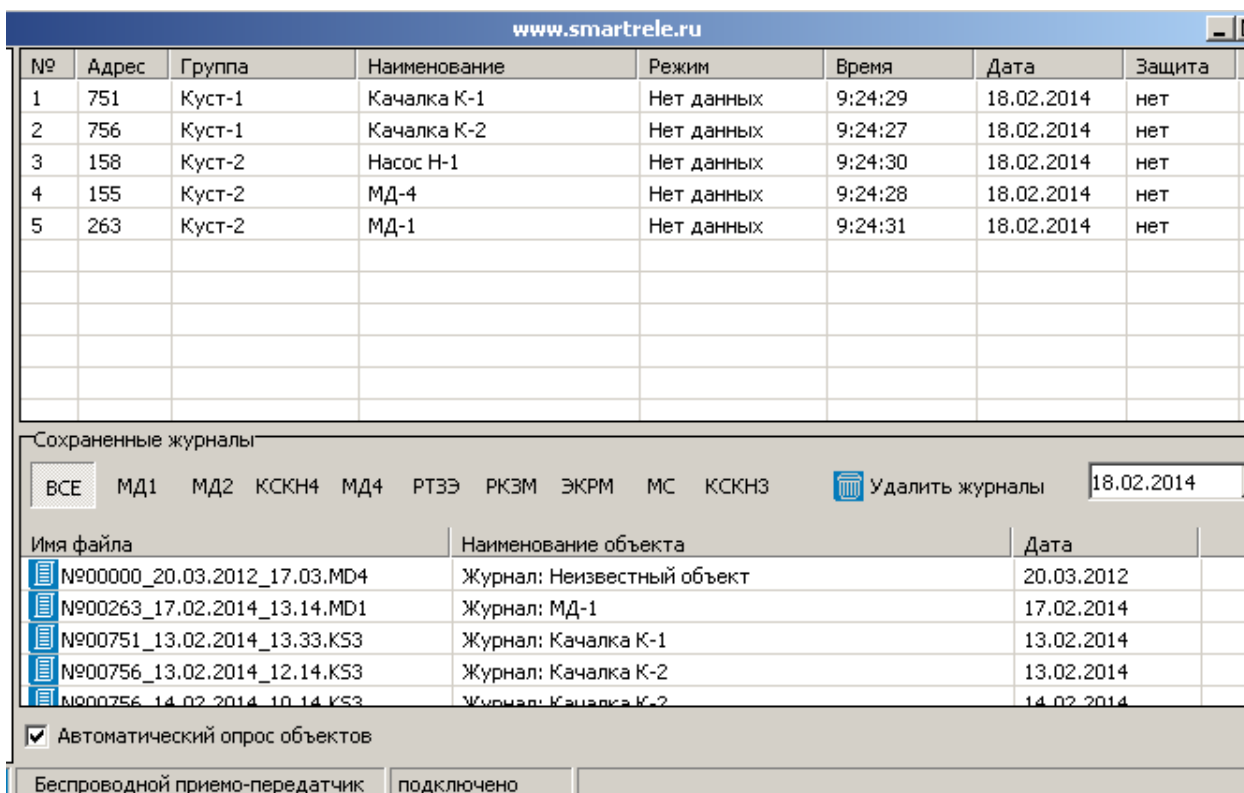

Рисунок 10 – запуск автоматического опроса электроустановок
5.3.5 Установка флага «Автоматический опрос объектов» запускает периодический (Интервал 0.5 сек.) последовательный запрос режима работы добавленных в правое поле объектов (Рис. 10).